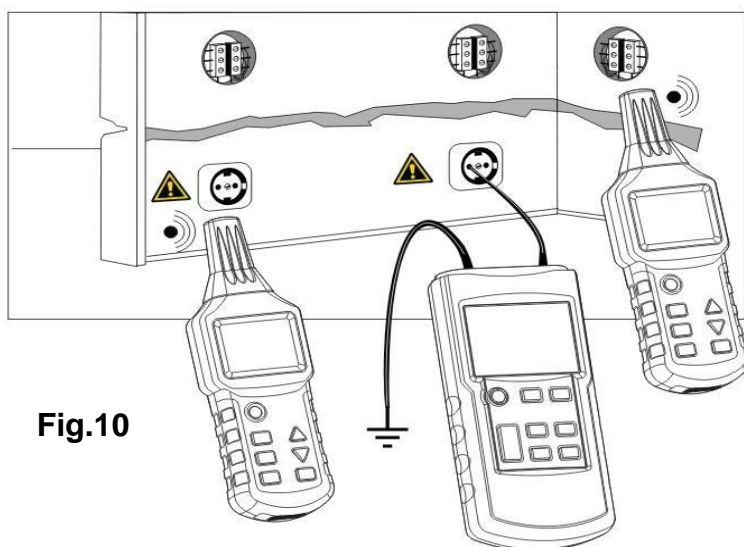

Fig.10
- Tilslut **Senderen** til fasen og den beskyttende jordleder som vist i Fig.10.